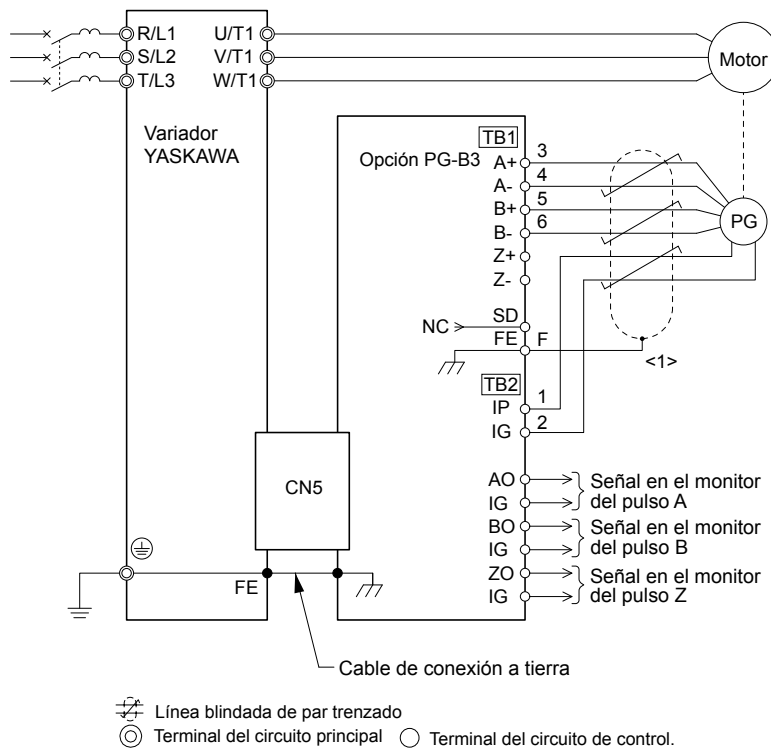
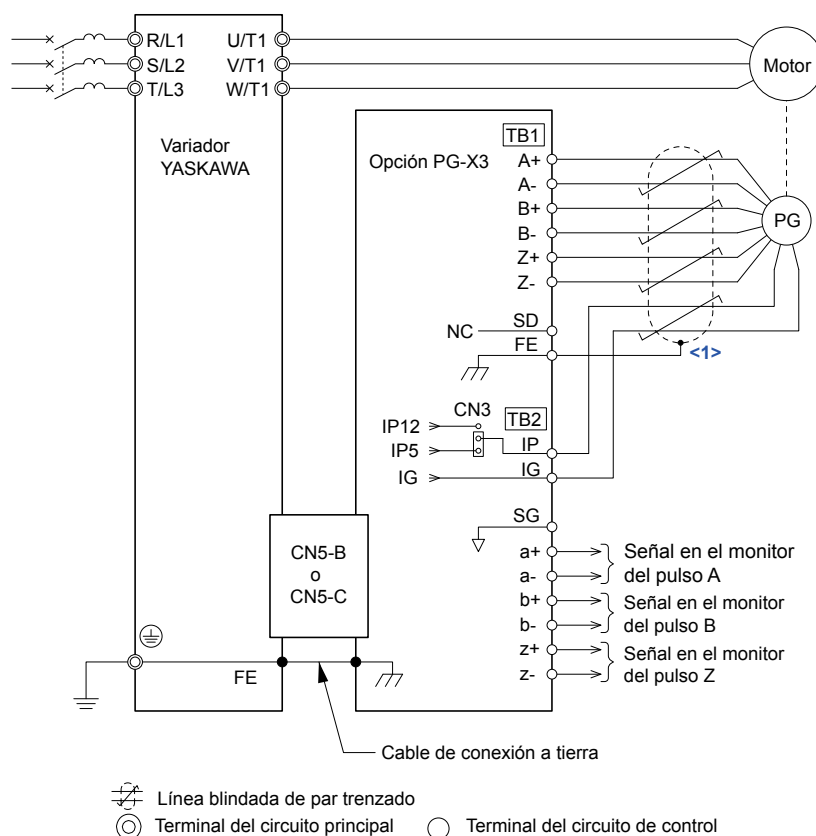

Figura 7.7 Opción PG-B3 y diagrama de conexión del codificador
Figura 7.11 Diagrama de la opción PG-X3 y la conexión del codificador
5. Cablee el encoder PG del motor hasta el bloque de terminales de la opción. Consulte las instrucciones de cableado en la Figura 7.7 y la Figura 7.11.